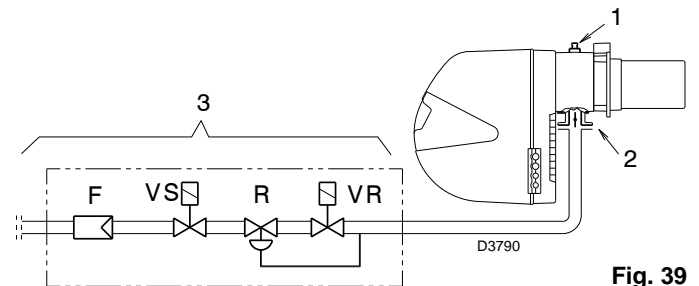

Fig. 39
Presión de gas medida en la toma 1)(Fig. 39), con:
Pérdida de carga en válvula de mariposa del gas 2)(Fig. 39) con apertura máxima: 90°.
Pérdida de carga en rampa 3)(Fig. 39) que comprende:
- Restar a la presión del gas en la toma 1)(Fig. 39) la presión de la cámara de combustión.
- Presión de gas en la toma 1)(Fig. 39) = 8 mbar
En cambio, para conocer la presión necesaria de gas en la toma 1)(Fig. 39), una vez fijada la potencia MÁX a la que se desea que funcione el quemador:
- Leer a la derecha, en la columna 1, la presión en la toma 1)(Fig. 39).
presión necesaria en la toma 1)(Fig. 39).